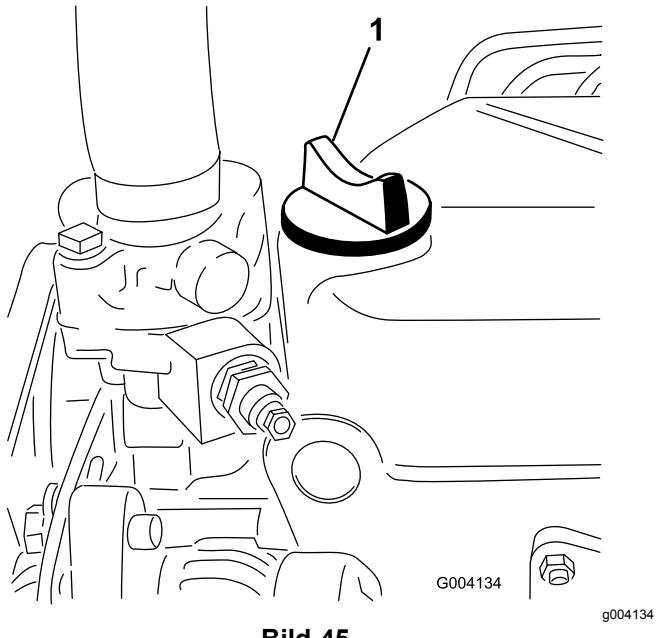

Bild 45
5. Wenn der Ölstand unter der Voll-Markierung liegt, nehmen Sie den Fülldeckel ab (Bild 45) und gießen Sie genug Öl ein, um den Ölstand bis zur Voll-Markierung anzuheben.